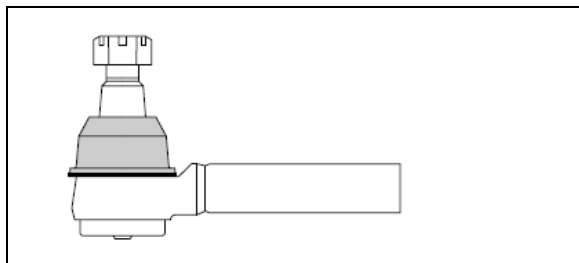

FIGURE 35: JOINT À ROTULE À CORPS RECTILIGNE
4. Vérifier si la relation angulaire de la bielle pendante avec le boîtier de direction est similaire à l'illustration Figure 35.